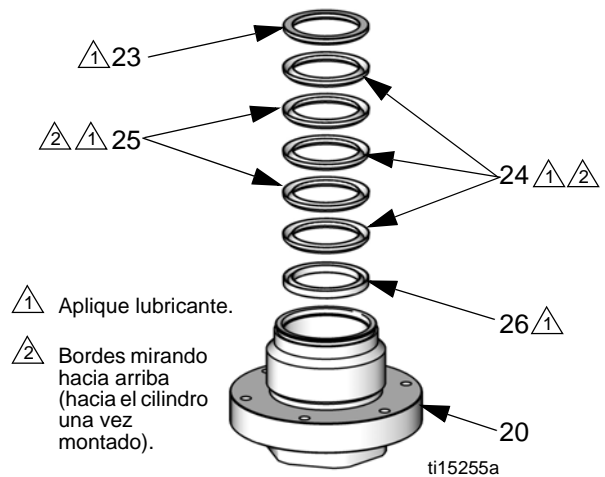

FIG. 10. Empaquetaduras en V del cuello
9. Retire la biela (14) y el fuelle (7).
10. Utilice una llave Allen de 5 mm para quitar los tres tornillos (17) y arandelas (18), luego retire la cámara del fuelle (1). Retire y deseche la junta tórica de la cámara del fuelle (12).
11. Utilice una llave de cubo de 54 mm (2 1/8 pulg.) para retirar la tuerca de empaquetadura (20).
12. **Modelos con empaquetadura en V:** Retire las prensaestopas (23, 26), empaquetaduras del cuello (24, 25) y el resorte (22). Vea la FIG. 10, página 14.